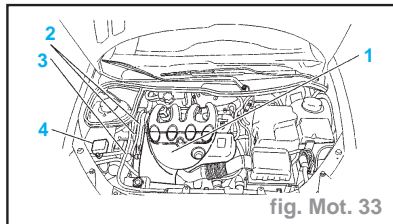

fig. Mot. 33
- Déposer le cache-style (**1**) (fig. Mot. 33).